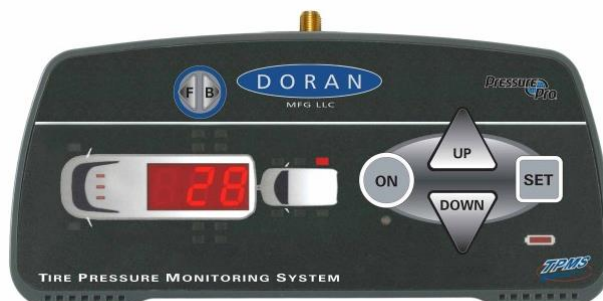

Рисунок 4. Монитор СКД PressurePro
1. Монитор (Рис. 4) – устройство отображения информации о давлении в шинах. С помощью монитора производится настройка конфигурации СКД PressurePro.